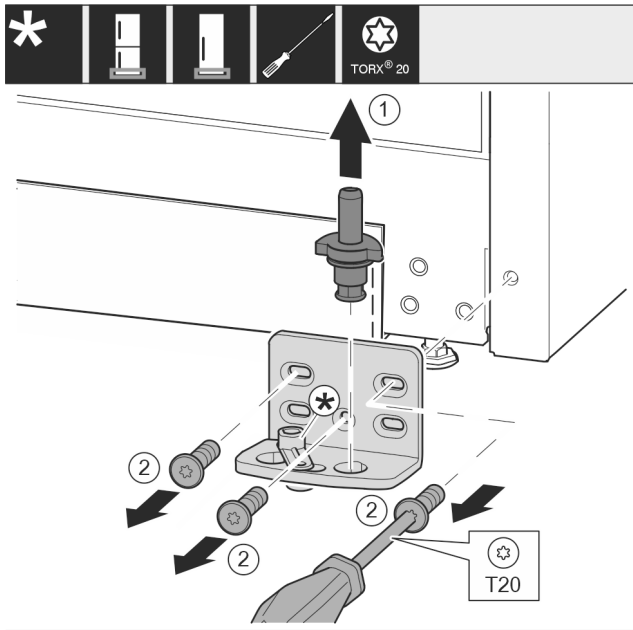

Fig. 21
- Nxirrni jashtë komplet bulonin e rrotullimit Fig. 21 (1) nga lart.
- Lironi vidat Fig. 21 (2) me një kaçavidë dhe hiqni bazamentin mbështetës.